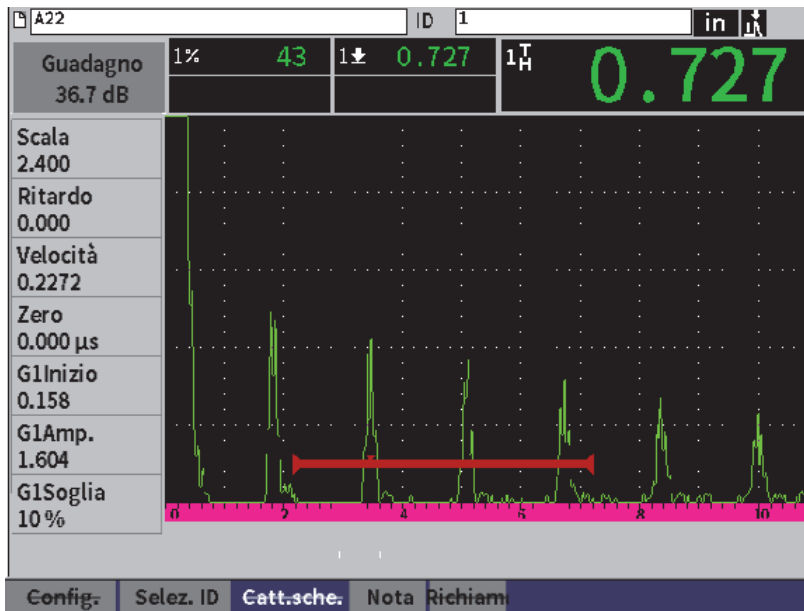

Figura 9-9 Dati e forma d'onda del file salvato
1. Con la pagina dei dati della forma d'onda visualizzata, ruotare la manopola di regolazione per evidenziare il pulsante **Catt.sche.** (cattura dello schermo) [vedere Figura 9-9 a pagina 136].